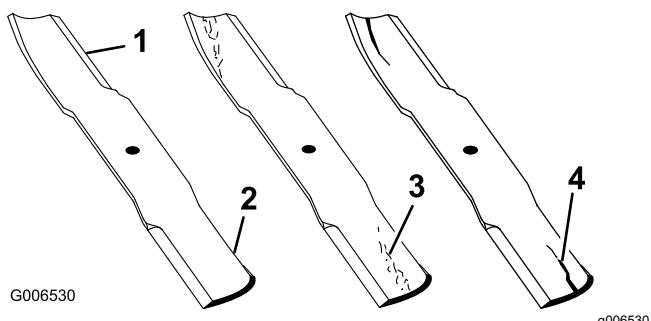

Figura 69
1. Inspectai marginile de tăiere (Figura 69).
4. Dacă observai orice crăpături, urme de uzură sau formarea unei fante în această zonă, instalai imediat o lamă nouă (Figura 69).